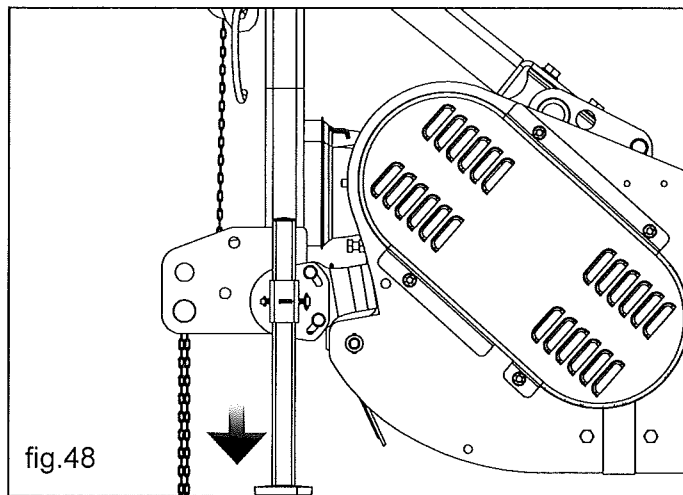

fig.48
- Placera stödfötterna som anges i fig.48 för att garantera större stabilitet för maskinen.